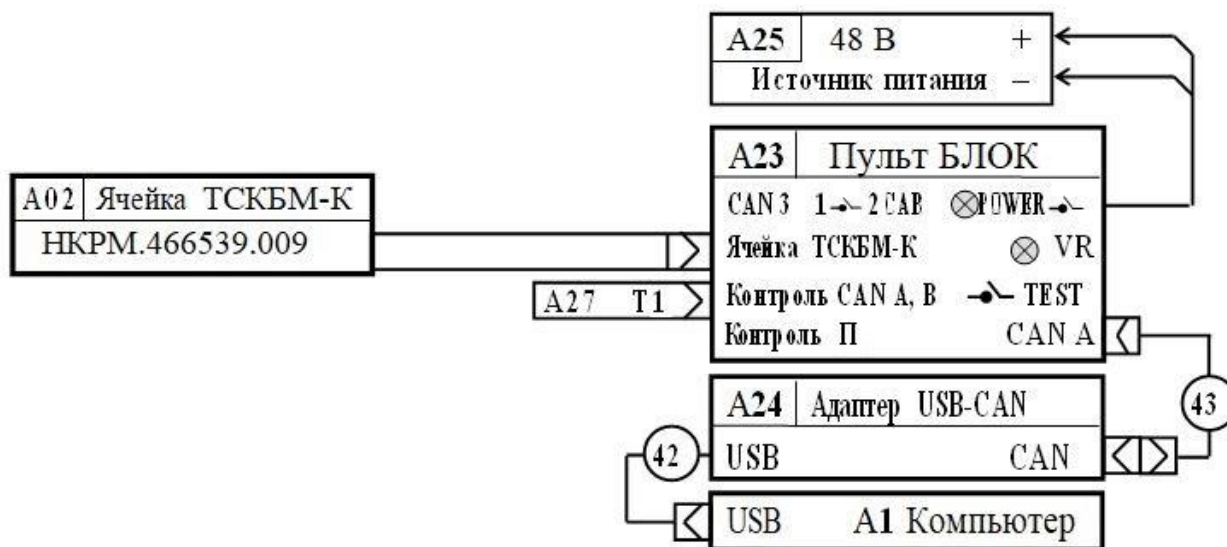

Рисунок 3.2.13.1 - Схема проверки функционирования ячейки ТСКБМ-К
1) Схема проверки ячейки ТСКБМ-К НКРМ.466539.009-01 приведена на рисунке ниже (рисунок 3.2.13.1).